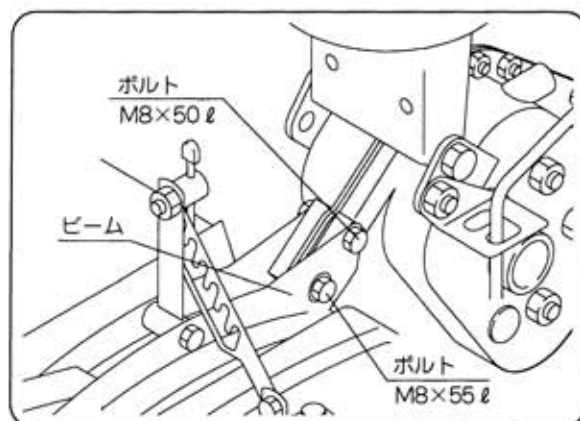

図52
- 1 ビーム取付ボルト2本 (M8×50 ℓ、M8×55 ℓ 各1本) のナットをゆるめてください。(図52)